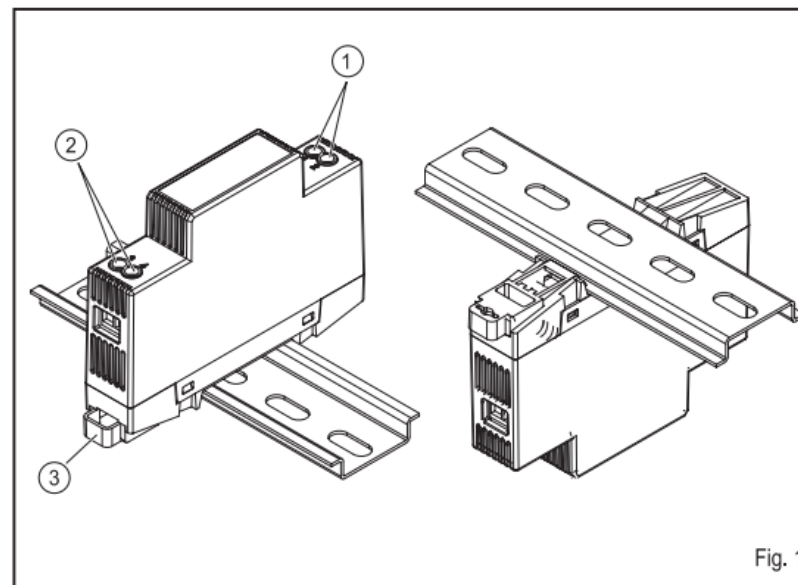

Fig. 1
2. Installation Fig. 1, 2
4. Entrée (1) Fig. 1
5. Sortie (2) Fig. 1